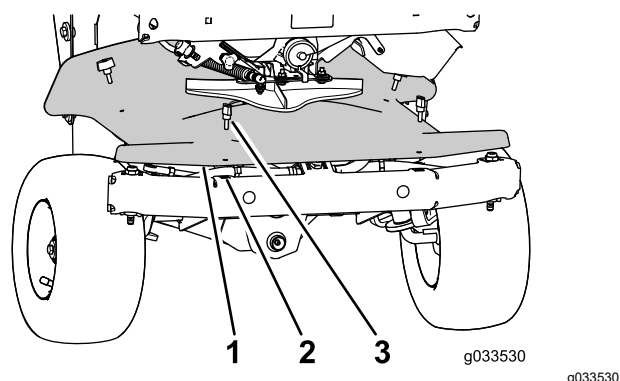

Figure 29
3. Retirez les 4 vis à oreilles qui fixent le couvercle avant (sous la turbine) au châssis et déposez le couvercle (Figure 29).